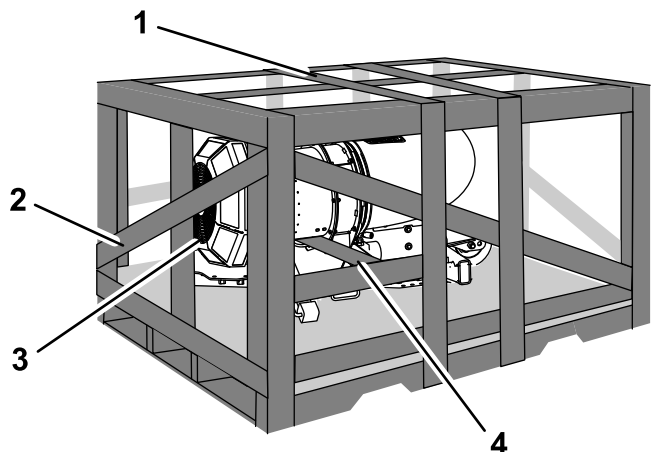

Bild 3
1. Nehmen Sie die Oberseite der Kiste ab (Bild 3).
2. Entfernen Sie das Ende der Kiste, das sich in der Nähe der Oberseite der Maschine befindet (Bild 3).
3. Entfernen Sie die Platte unter dem Bläsergehäuse (Bild 3).